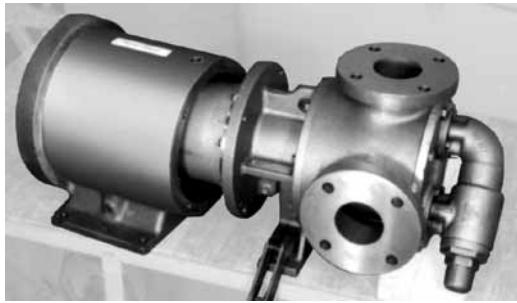

FIGURA 11
4. Per facilitare lo smontaggio, può essere necessario infilare un blocco di legno sotto la cuffia della pompa o bloccare il piede della pompa come mostrato in figura, poiché la pompa da sola non si bilancia sul piede. Vedere Figura 11 a pagina 8. Rimuovere le (4) viti senza dado da 0.50" che fermano la pompa al supporto dell'accoppiamento. Dopo aver separato di poco il supporto, esso avrà la tendenza ad essere attratto su di un lato a causa del magnete interno. Tirare via completamente il supporto dell'accoppiamento.
6. Rimuovere le (8) viti Allen da 0,25" che tengono in posizione il contenitore e quindi farlo scivolare fuori.